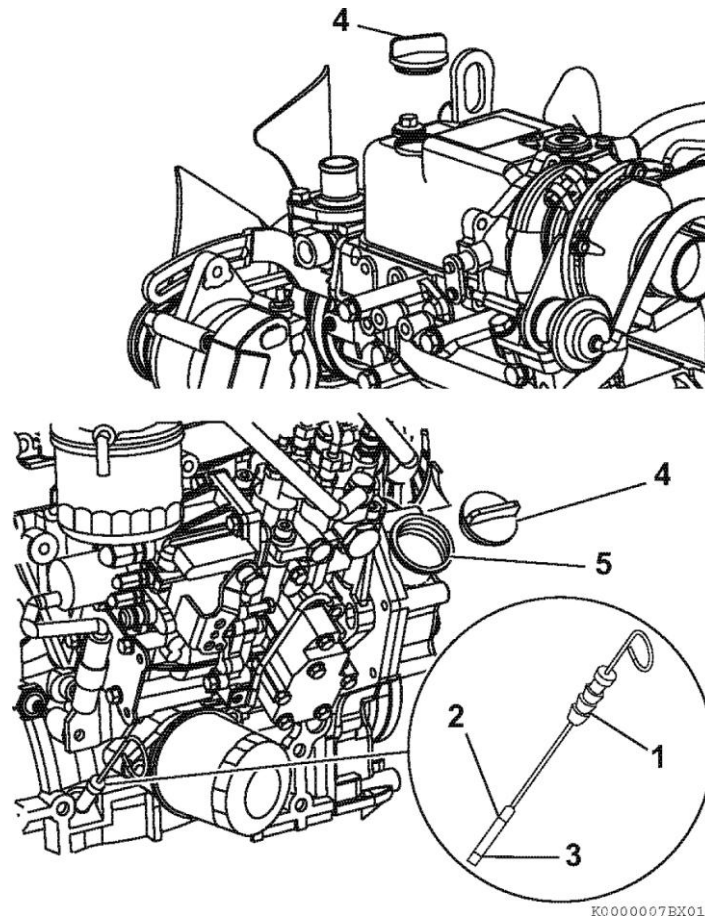

Рисунок 40
8. Моторное масло доливается через маслоналивную горловину (Рисунок 40 (5)) по мере необходимости, чтобы уровень масла находился между верхней отметкой максимум (Рисунок 40 (2)) и нижней отметкой минимум (Рисунок 40 (3)) на масляном щупе (Рисунок 40 (1)).
9. Полностью вставьте щуп обратно (Рисунок 40 (4)). Если моторное масло пролилось, вытрите его чистой тряпкой.